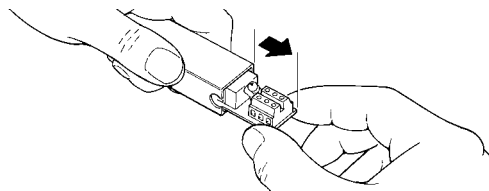

Abb. 4
- 6 Die Karte ein paar Zentimeter herausziehen - siehe Abbildung 4.